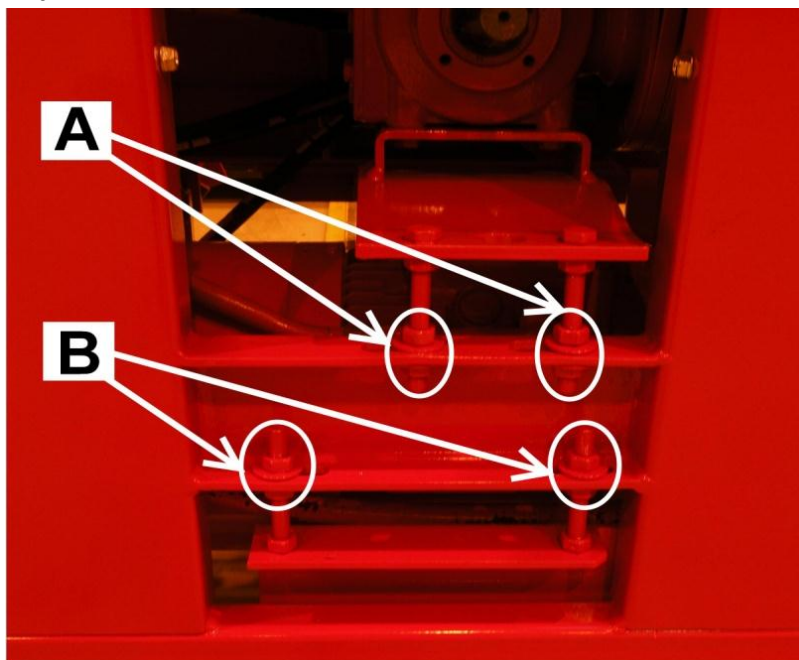

Bild 42.
2. Lyft vinkelväxels bädd tillräckligt högt med hjälp av ställskruvarna B (bild 42, 4 st.) så att du kan ta bort kilremmarna (3 st. A3()) från vinkelväxels remskiva.
7. Dra åt kilremmarna till korrekt spänning genom att sänka vinkelväxels bädd med ställmuttrarna A (bild 42).